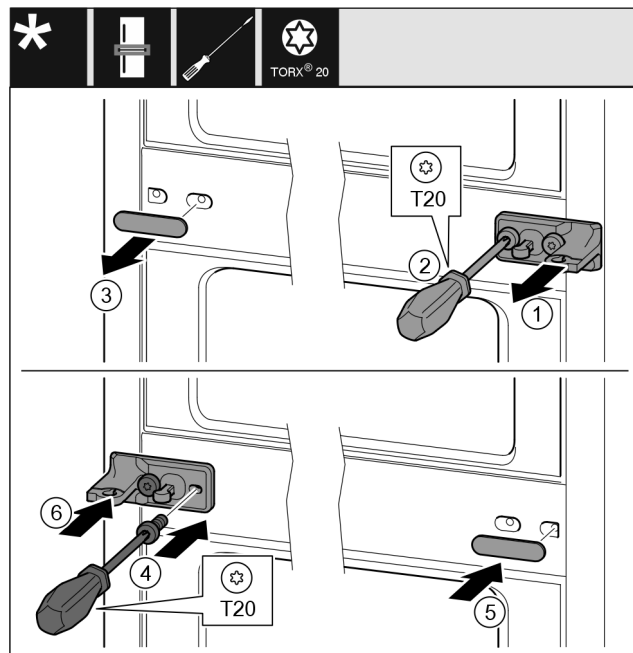

Fig. 21
- ▶ Stáhněte podložku. Fig. 21 (1)
- ▶ Šroubovákem T20 vyšroubujte šrouby. Fig. 21 (2)
- ▶ Opatrně stáhněte kryt. Fig. 21 (3)
- ▶ Stojan ložiska s fólií otočený o 180° pevně přišroubujte na druhé straně. Fig. 21 (4)
- ▶ Kryt otočený o 180° namontujte na druhé straně. Fig. 21 (5)
- ▶ Zepředu nasuňte podložku. Fig. 21 (6)